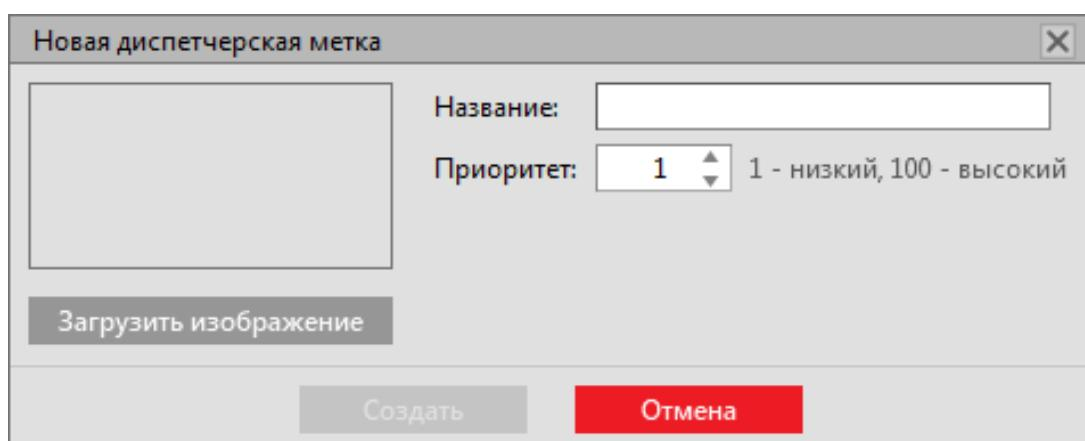

Рисунок 127 - Создание диспетчерской метки
2. Заполните форму (Рисунок 127) согласно Таблице 59.